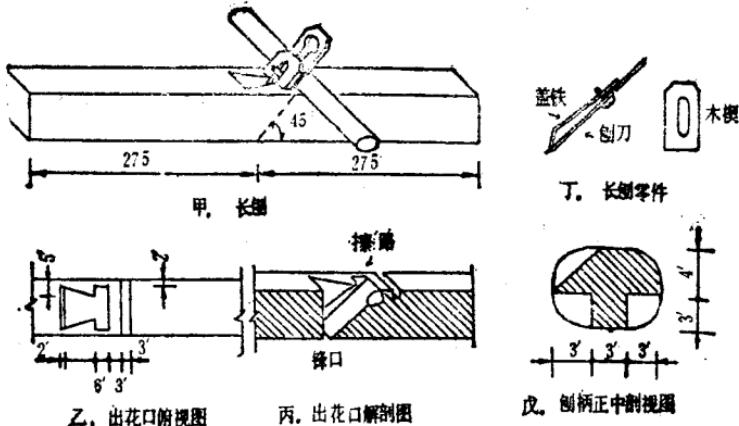
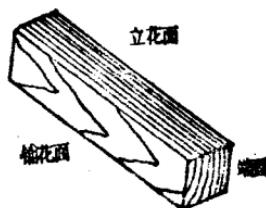

图9 长 刨
图10 木纹的区别
1. 长刨 长刨（图 9）用于刨长料。刨台宜用耐磨、变形性小的木头做成，最好是古槐抽心、剥皮、晒干后的中层，柞木等硬木亦可。过硬的、不易修整的木头不宜做长刨。长刨的刨面（底面）应该是木头的立花面（图 10）。
从图 9 丙中可以看到出花口内部的构造。塞紧刨刀的卯口俗称“楔路”，它是在出花口凿透之后，用尖锯锯断木丝，用凿子剔成的。
刨柄是用宽 9 分厚 7 分的木棍圆成的（图 9 戊）。它套在刨台上的槽里被刨刀压紧，也可用胶粘牢，也可用木螺钉钉住。